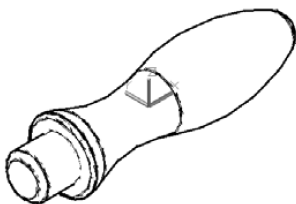

图 10-18 勾画图
(9) 勾画 (SX): 使用外伸和抖动产生手绘效果。图 10-18 所示是 UCS 坐标和手柄的勾画图。